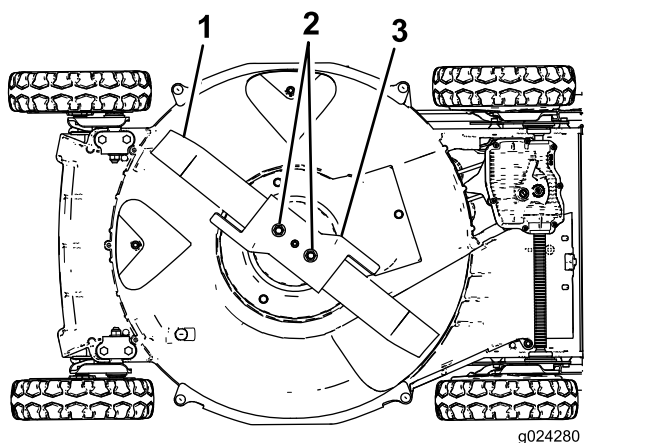

Figura 29
- Incline a máquina sobre o lado **direito** (filtro do ar voltado para cima), tal como se ilustra na Figura 29.